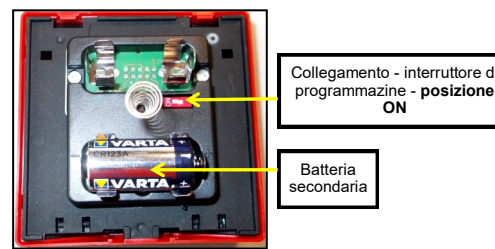

Figura 6 - la batteria secondaria e l'interruttore di collegamento-programmazione
1) Mettere l'interruttore collegamento-programmazione su ON (figura 6).
2) Inserire la batteria secondaria nell'apposito alloggiamento (figura 6).